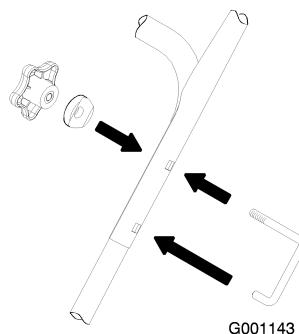

Figure 4
3. Montez, sans les serrer, les boulons de blocage du guidon, les rondelles bombées et les boutons (Figure 4).